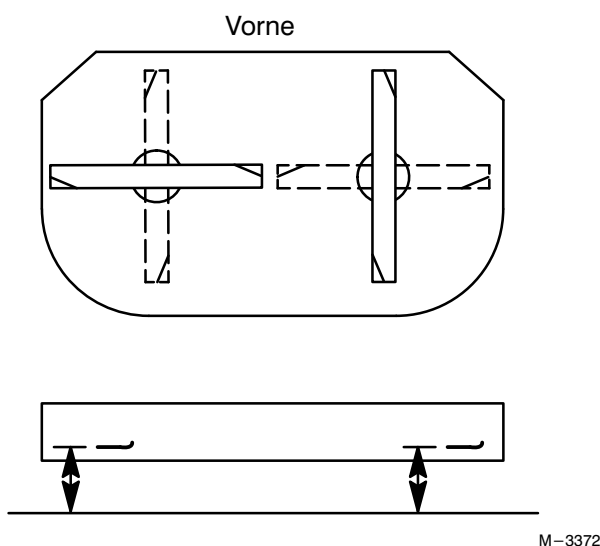

Abbildung 56
1. Die Schnittmesser drehen, bis sie in Längsrichtung ausgerichtet sind (Abb. 56). Von einer ebenen Oberfläche aus zur Schneidkante der Messer messen (Abb. 56). Diesen Wert notieren.